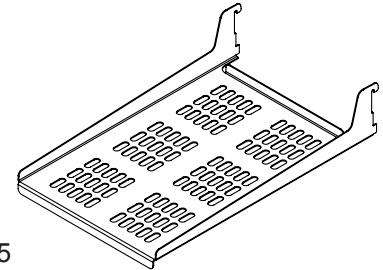

Figura 15
(2) estantes deslizables perforados de acero inoxidable (vea la Figura 15).